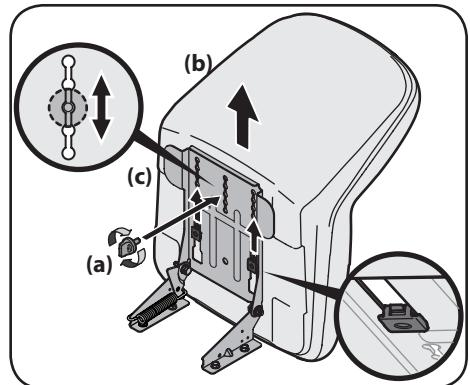

Figura 2-20
- Deslice el asiento (b) hacia atrás en el soporte de pivot del asiento (c), alineando la ranura trasera central del soporte de pivot del asiento (c) con el orificio restante de la base del asiento (b). Consulte la Figura 2-20.
**NOTA:** Asegúrese que las dos lengüetas del asiento se enganchan en el soporte de pivot del asiento, como se muestra en el recuadro inferior derecho de la Figura 2-20.
- Seleccione la posición deseada del asiento (b) y fíjelo con la perilla de ajuste (a) que retiró en el Paso 1. Consulte la Figura 2-20.
- Para ajustar la posición del asiento, retire la perilla de ajuste (a) que está en la parte inferior del asiento (b). Deslice el asiento (b) hacia adelante o hacia atrás, según lo deseé. Vuelva a colocar la perilla de ajuste (a). Consulte la Figura 2-20.